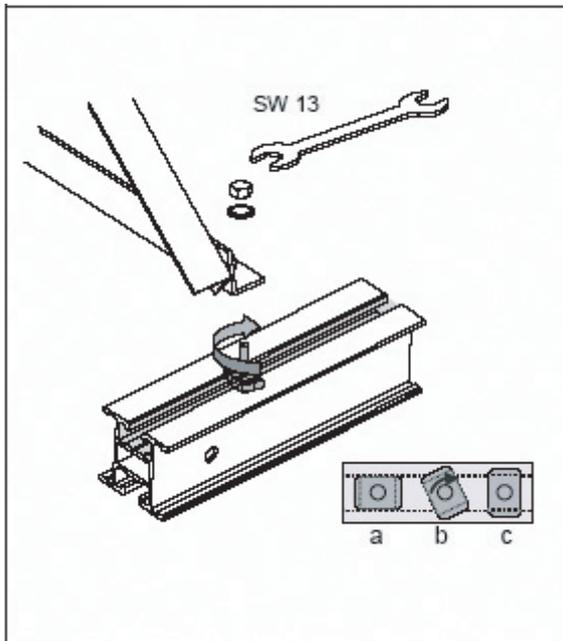

Fig. 17: Blocage des vis à tête rectangulaire
- Fixer l'équerre de support au profilé en utilisant les vis à tête rectangulaire, les rondelles autobloquantes et les écrous. Bloquer les vis dans la rainure du profilé de base en les faisant pivoter de 90° (voir fig. 17).